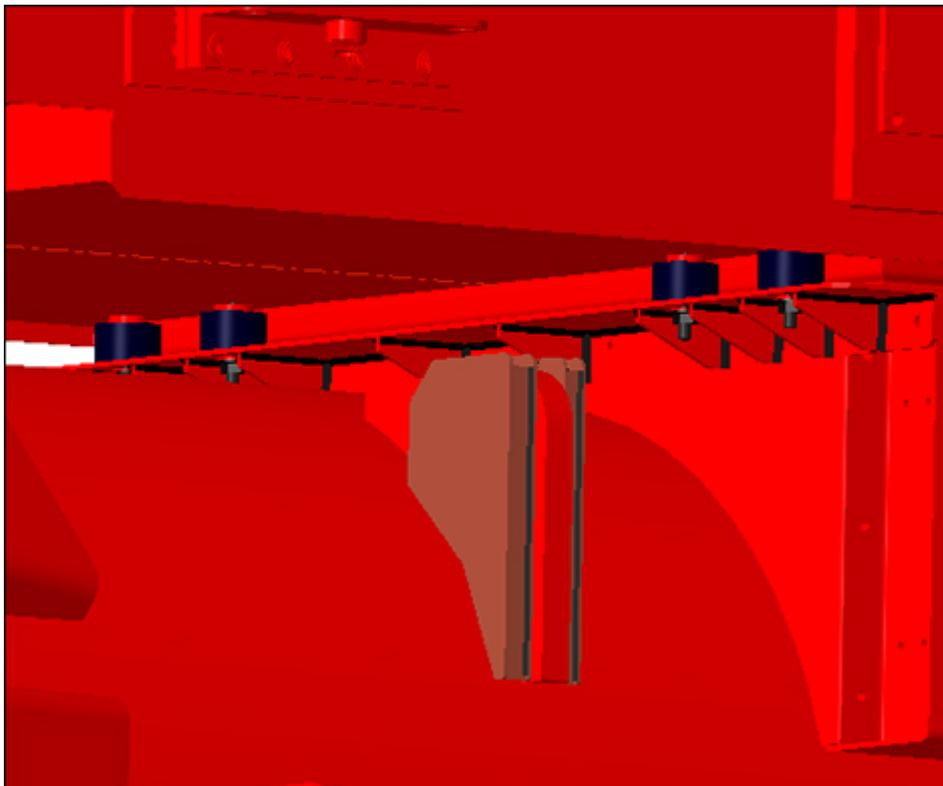

FIGURA 12. REFRIGERATORE D'ACQUA ABBASSATO IN POSIZIONE
1. Utilizzando la gru/il montacarichi, posizionare il refrigeratore d'acqua sopra l'alternatore. Allineare i perni del supporto antivibrazioni con i fori sulla piastra di supporto del refrigeratore d'acqua montata sull'alternatore (fare riferimento a Figura 12 a pagina 18).